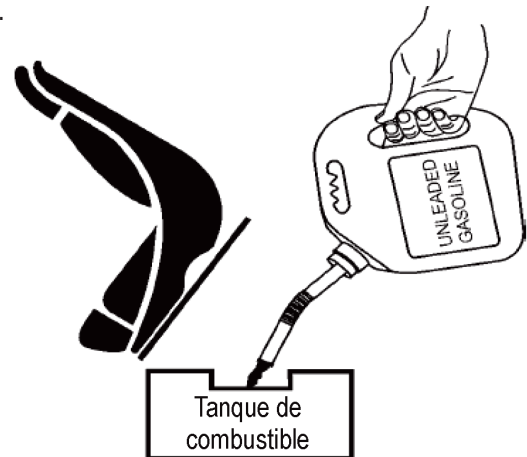

Figura 12. Añadiendo combustible
5. Preste atención a la capacidad del tanque de combustible al rellenarlo (Figura 12). Refiérase a la capacidad del tanque enlistada en la tabla 1 de especificaciones del Rodillo vibratorio AR-15H.